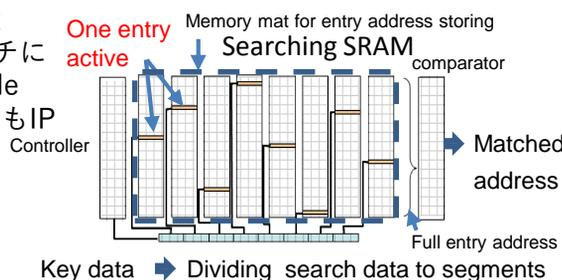

図3 最近の注目システムその2 検索エンジン：Axonerve
- 最近の注目システム その2 **検索エンジン：Axonerve** (図3) クラウドコンピューティングの時代になり、高速大容量ネットワーク (Internet環境) に必須のルータやスイッチに多用されている検索エンジンの一つContents Addressable Memory (CAM) の新アルゴリズムで、低電力エンジンもIPとして開発完了間近